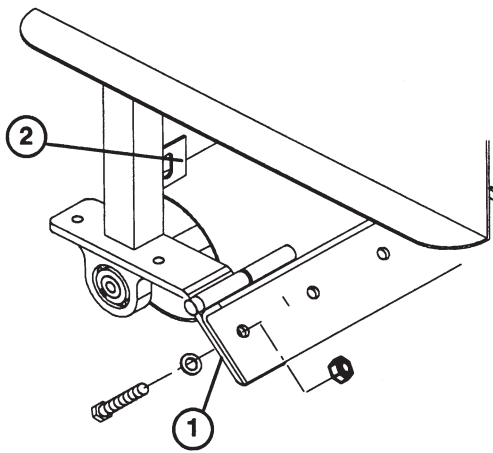

Figure 14
- A. Enlevez les écrous qui fixent chaque extrémité du support des doigts aux montants du rouleau (Fig. 14).
1. Desserrez les fixations qui fixent chaque extrémité du racloir à la patte du racloir de rouleau (Fig. 14).